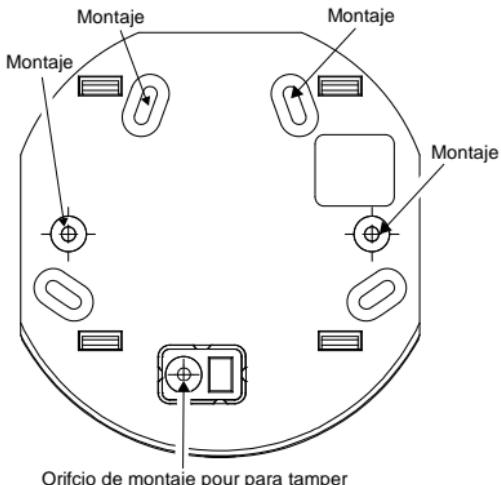

Figura 1
1. Antes de montar el teclado, pruebe la comunicación del teclado con el sistema. Para ello, intente armar el sistema con uno de los botones de armado del teclado inalámbrico (ver Figura 1).
2. Coloque el soporte de montaje en la pared usando los tornillos suministrados (ver Figura 1).